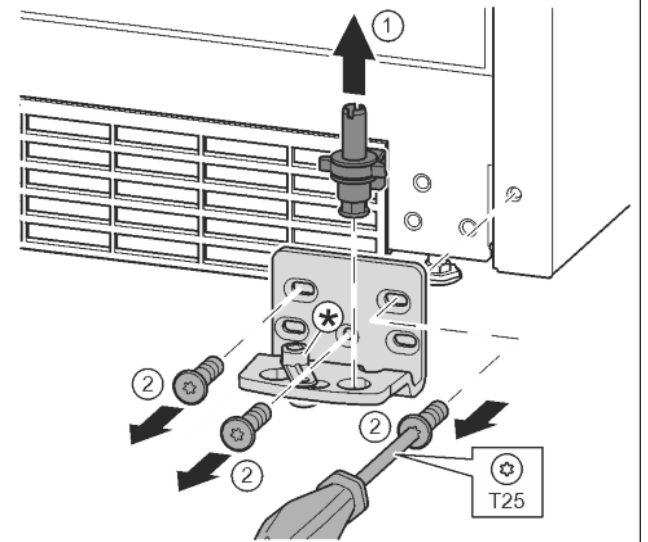

Fig. 15
- ▶ Опорний гвинт цілком витягніть рухом вгору. Fig. 15 (1)
- ▶ Викрутіть гвинти за допомогою викрутки T25 та зніміть опорний кронштейн Fig. 15 (2)